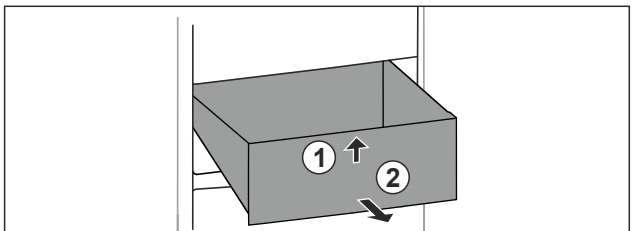

Fig. 71
- ▶ Повдигнете чекмеджето отпред. Fig. 71 (1)
- ▶ Извадете чекмеджето напред. Fig. 71 (2)